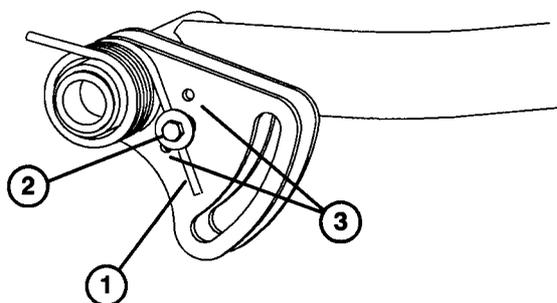

図 29
2. Springの張力をゆるめながら、キャップスクリューとロックナットを外す(図29)。
3. Spring・ブラケットを希望位置に移動し、キャップスクリューとロックナットで固定する(図29)。